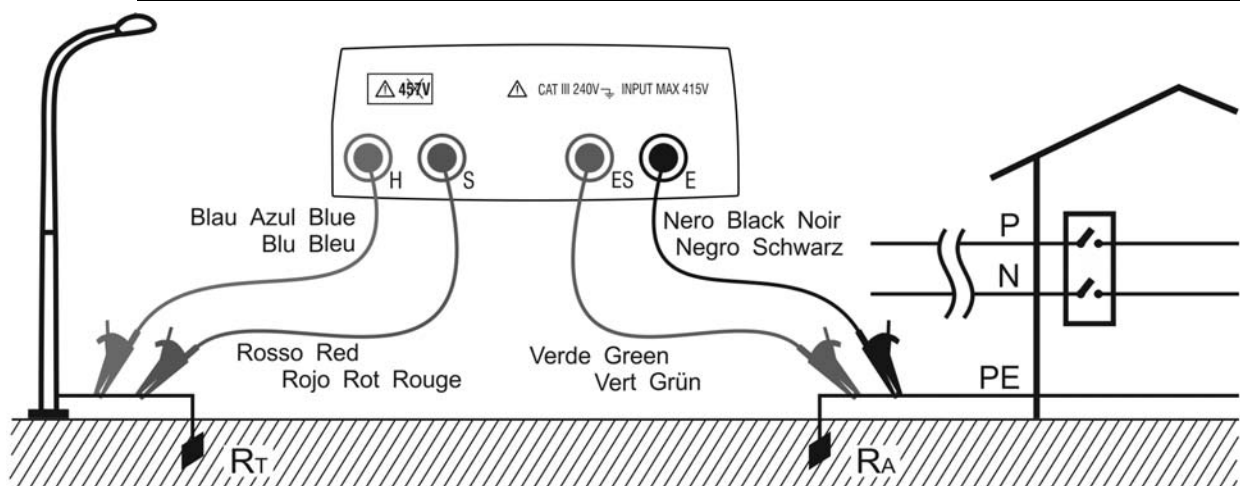

Fig. 4: Misurazione della resistenza di terra a due fili utilizzando un dispersore ausiliario
Nella Fig. 4) si è utilizzato come *dispersore ausiliario* l'illuminazione pubblica, ma ciò non toglie che possa essere utilizzato qualunque corpo metallico infisso nel terreno che rispetti le condizioni di cui sopra.
Lo strumento visualizzerà come risultato il valore dato dalla somma  $R_A + R_T$  (vedere Fig. 4 e Fig. 5). Pertanto la misura ottenuta sarà tanto più vicina al valore  $R_A$  (valore atteso) quanto più il valore del dispersore ausiliario  $R_T$  risulti trascurabile rispetto ad  $R_A$  stessa. Inoltre la misura sarà aumentata "a favore della sicurezza" del termine  $R_T$ , ossia qualora il valore  $R_A + R_T$  risulti coordinato con le protezioni, a maggiore ragione lo sarà il solo termine  $R_A$
6. Collegare i coccodrilli al dispersore ausiliario ed all'impianto in esame (vedere Fig. 4 e Fig. 5)